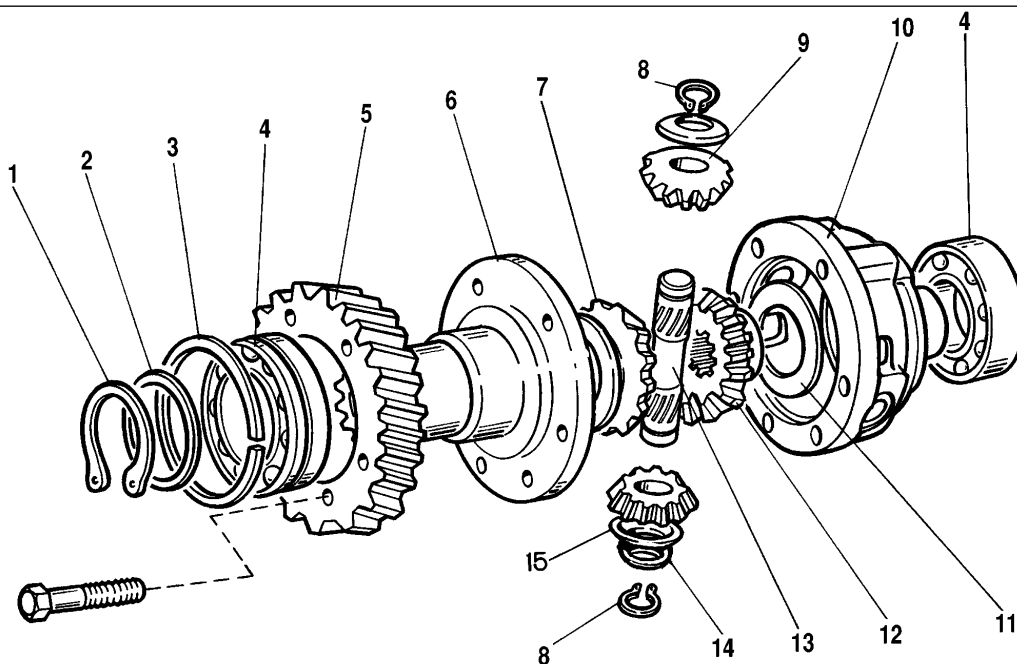

Fig. 3-42. Éléments du différentiel de la boîte de transfert:
- démonter la bague d'arrêt 1 (fig. 3-42) et la rondelle élastique 2 du roulement avant;
- déposer les bagues d'arrêt 8 (fig. 3-42) et la rondelle élastique 14, ensuite extraire à la presse l'axe porte-satellites, démonter les satellites et pignons de commande des ponts moteur au complet de rondelle-arrêts.
La rondelle à ressort 15 étant démonté (fig. 3-42), s'assurer de manque de déplacement radial des bagues d'arrêt 8 dans des rainures de l'axe 14. Au cas du jeu relevé remplacer les bagues d'arrêt.